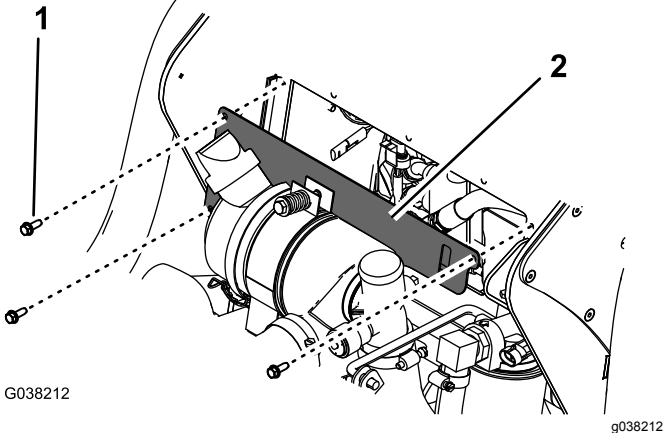

Figura 2
- 2. Retire la chapa de cierre (Figura 2).